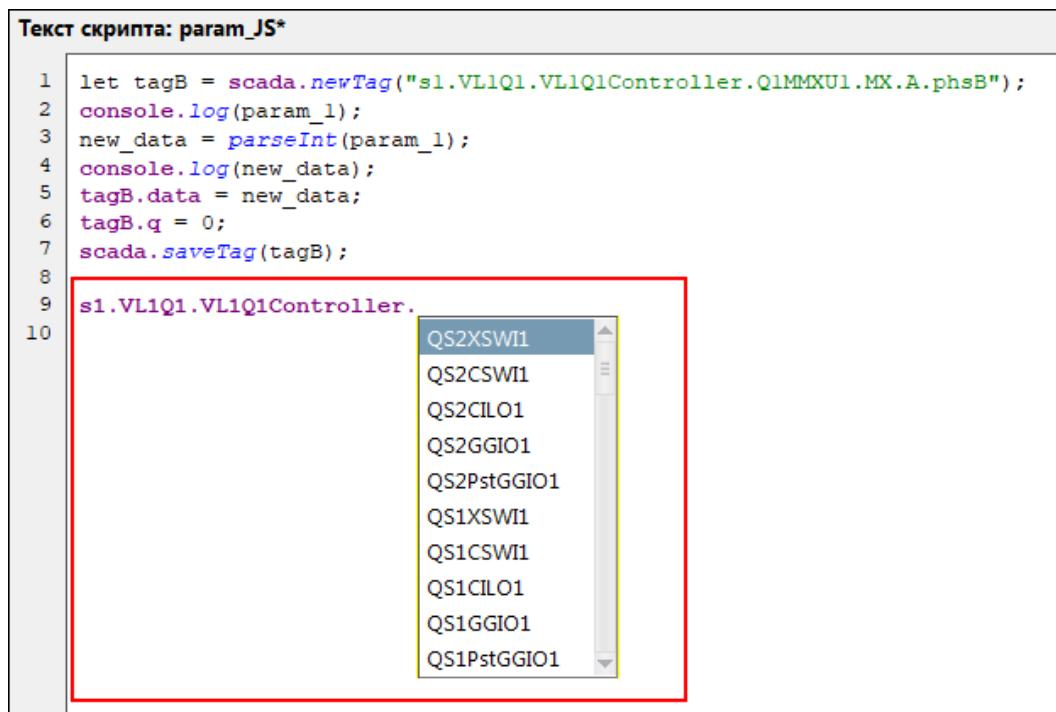

Рисунок 162 - Подсказка
**Совет:** В тексте скрипта реализован механизм подсказок по логическим узлам и элементам схемы (Рисунок 162). Вызов подсказки выполняется сочетанием клавиш *Ctrl+Пробел*. Выбор подсказки выполняется клавишей *Enter*.